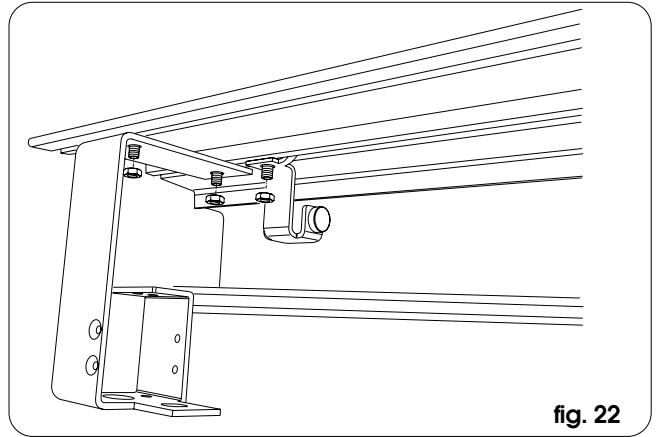

fig. 22
• Fije en los extremos del travesaño las bridas laterales, utilizando para ello los tornillos tirantes más externos preparados anteriormente (fig. 22).
- Para la puerta de hoja simple: monte en el perfil de soporte los topes mecánicos de cierre y de apertura como se indica en la fig. 22, utilizando los tornillos tirantes más externos de los preparados y que todavía no se han utilizado.
- En las puertas de hoja doble: monte los topes mecánicos de apertura, como se indica en la fig. 22, utilizando los tornillos tirantes más externos de los preparados y que todavía no se han utilizado.